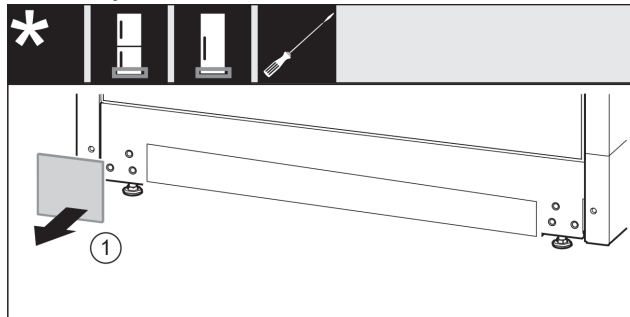

Fig. 17
- ▶ Skinite poklopac Fig. 17 (1).